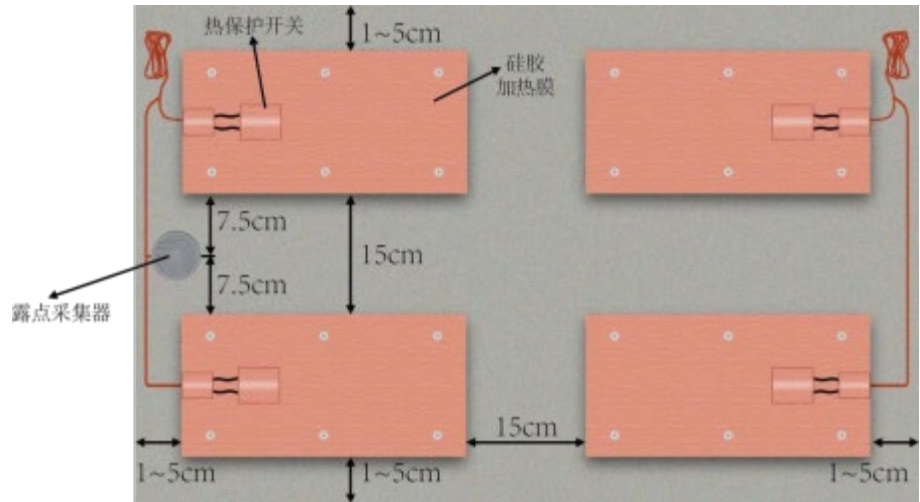

图 9.1加热膜和露点采集器安装示意图
- > 露点采集器中心距离加热膜最外侧边缘距离：7cm~10cm（如图9.1所示）；
> 安装时，加热膜距离安装面边缘距离为1cm~5cm；相邻两块加热膜边缘之间的间隔距离为5cm~15cm（如图9.1所示）。（说明书正文结束）